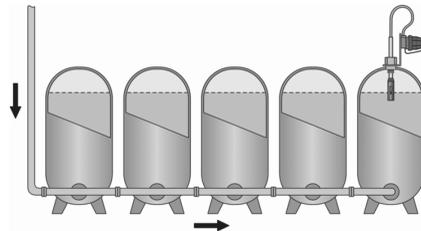
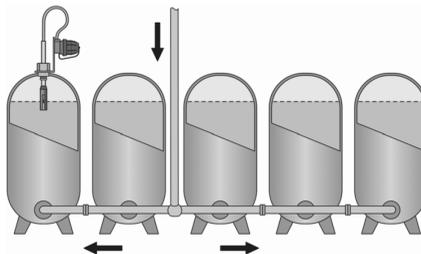

Bild 9: Grenzwertgeber in Füllrichtung gesehen auf dem letzten Tank einbauen
Bild 10: Befüllung von unten und mittig: Grenzwertgeber in Füllrichtung gesehen auf dem letzten Tank, jedoch näher der senkrechten Füllleitung einbauen.
- **Einbauort des Grenzwertgebers nach Bild 9 und Bild 10 beachten!**